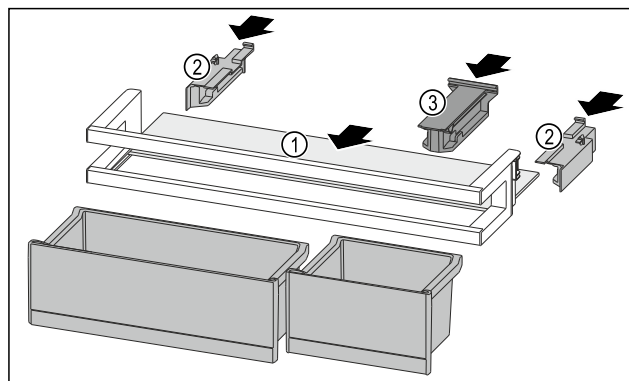

Fig. 118
- Abstellfläche Fig. 118 (1) in die seitlichen Einsparungen einschieben.
- Seitenteile Fig. 118 (2) einsetzen.
- Halteteil Fig. 118 (3) einsetzen.